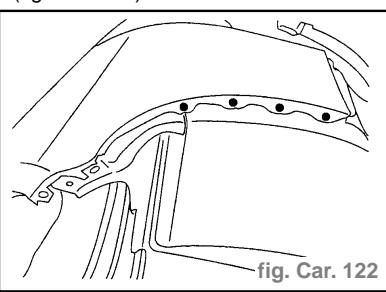

fig. Car. 122
- Souder par points bouchons au MIG (fig. Car. 122).